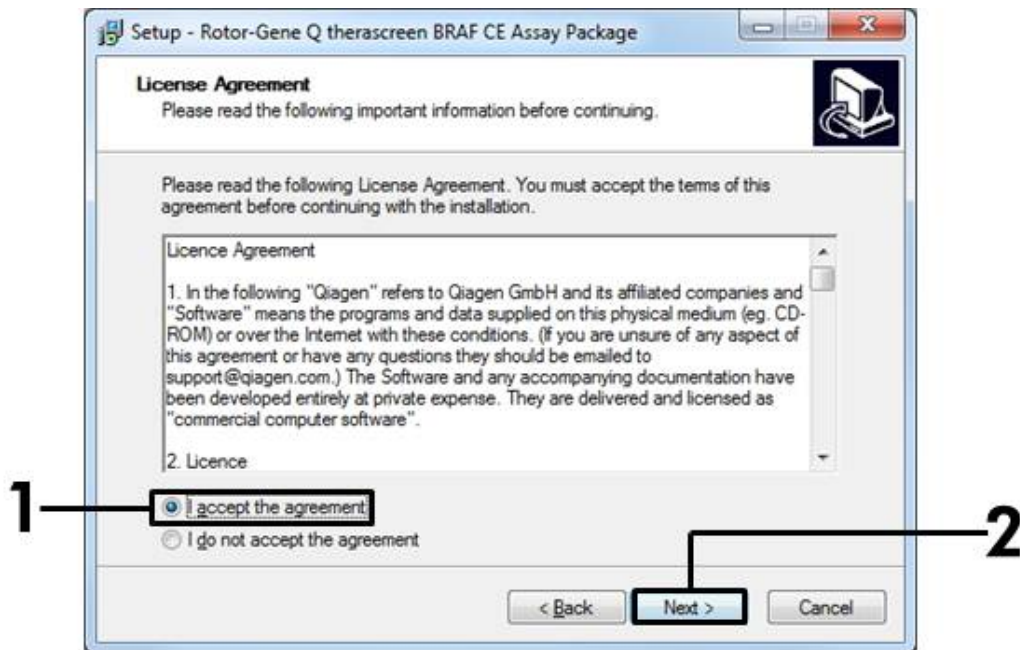

Bild 42. Dialogrutan "License Agreement" [Licensavtal]. (1 = acceptera-knapp, 2 = knappen "Next" [Nästa].)
5. Läs licensavtalet i dialogrutan "License Agreement" [Licensavtal] och godkänn avtalet genom att markera "I accept the agreement" [Jag godkänner avtalet]. Klicka på "Next" [Nästa] för att fortsätta (bild 42).